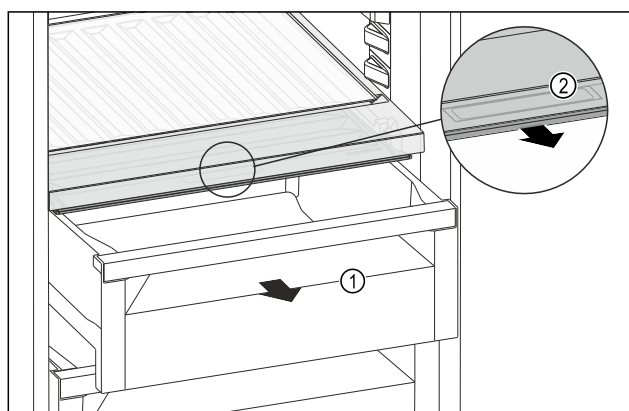

Fig. 172
- Tërhiqni jashtë sirtarin Fig. 172 (1).
- Kapni dorezën e futur Fig. 172 (2) në kapakun e ndarjes dhe në të njëjtën kohë tërhiqni përpara kapakun e ndarjes.